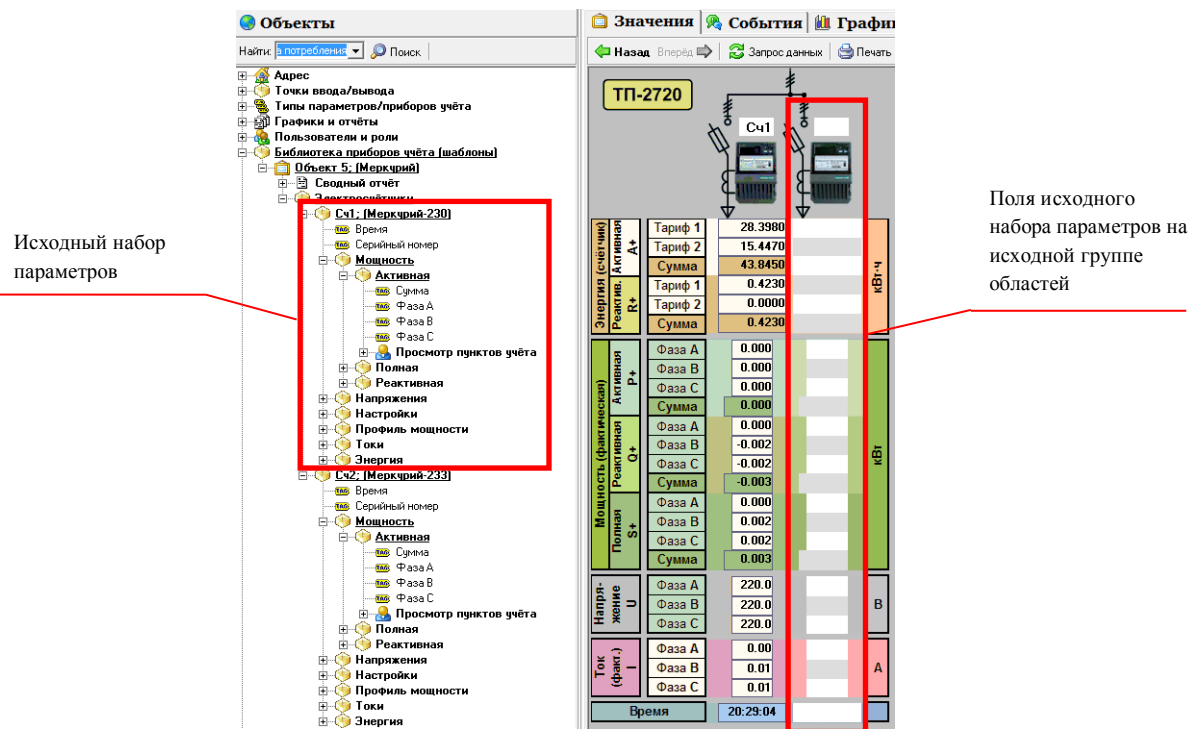

Рис. 4.57
4) одна из групп областей (**исходная группа областей**) мнемосхемы заполнена параметрами одного из наборов параметров (**исходный набор параметров**) (рис. 4.57);